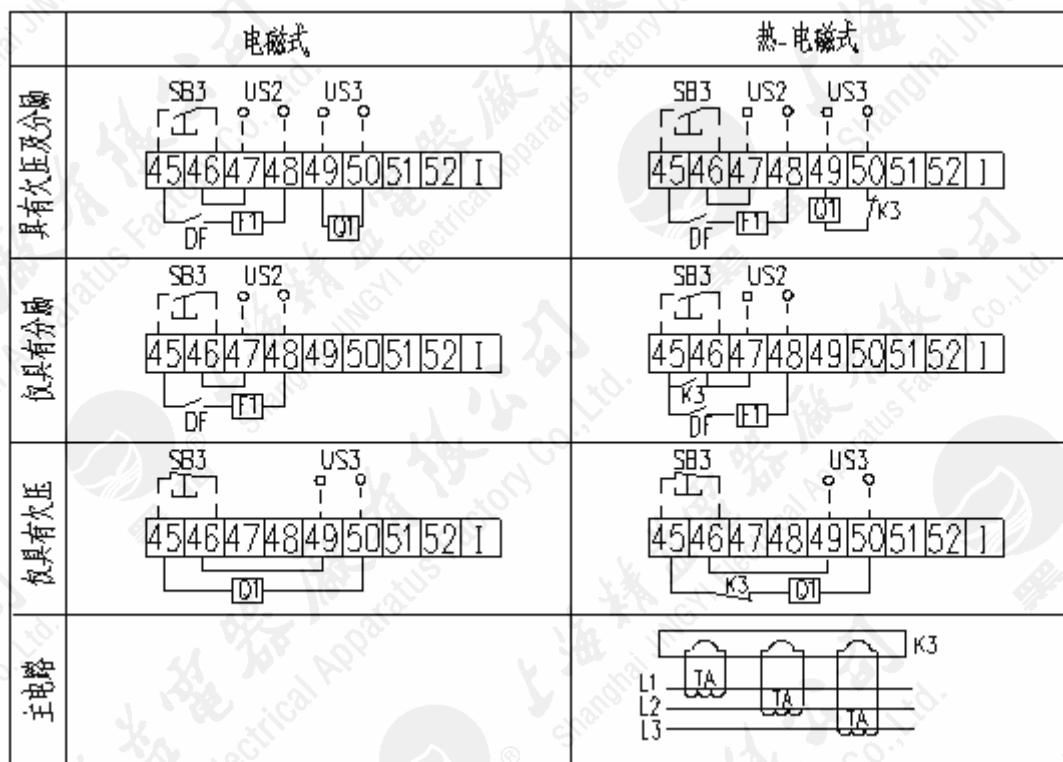

图 7 断路器接线端子 45~52 接线图
6.3 断路器上方的接线端子 45-52 供欠电压脱扣器和分励脱扣器接线用的接线图见图 7